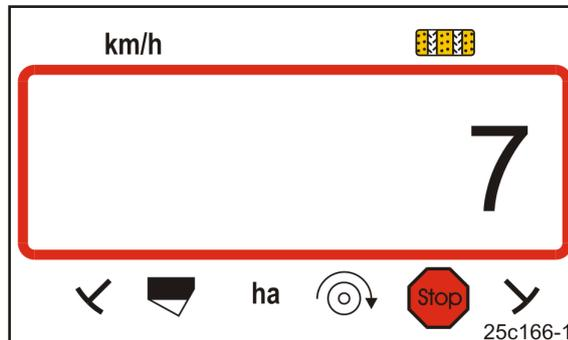

Fig. 18
- Affichage : cadence de jalonnage enregistrée, par ex. 7 (Fig. 18).